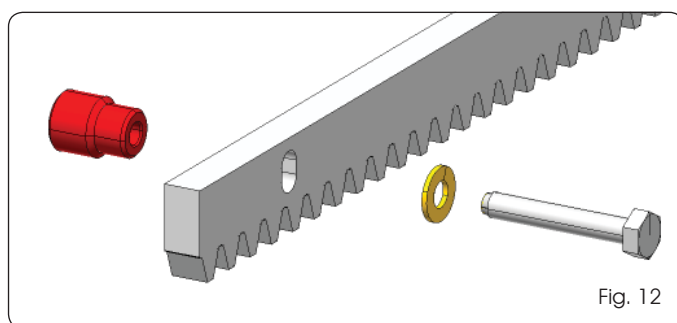

Fig. 12
5.4.2 CREMALHEIRA DE AÇO A SER PARAFUSADA (Fig. 12)